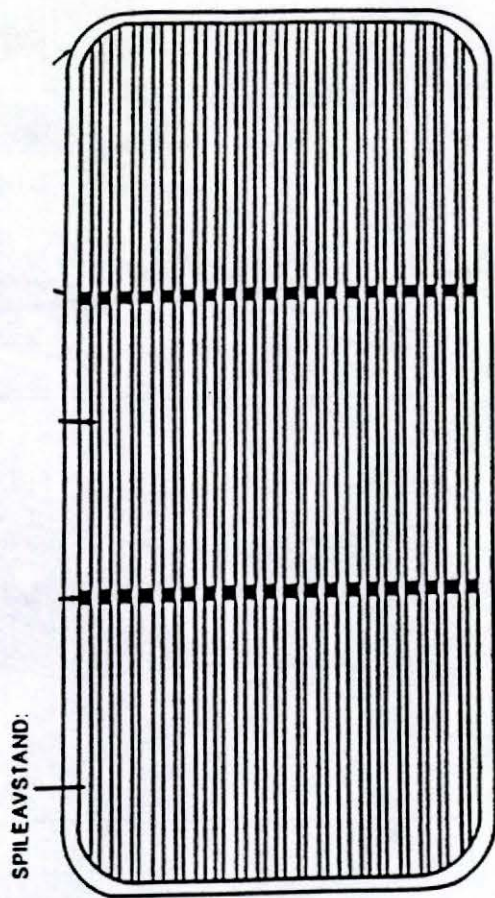

Fig.3
**A. SORTERINGSRIST (se fig. 3, 4 og 7)**